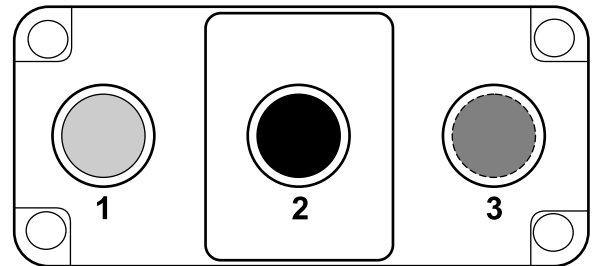

**Figure 17**
2. Placez l'autocollant de fonctionnement 4RM au-dessus du trou que vous avez percé (Figure 17).